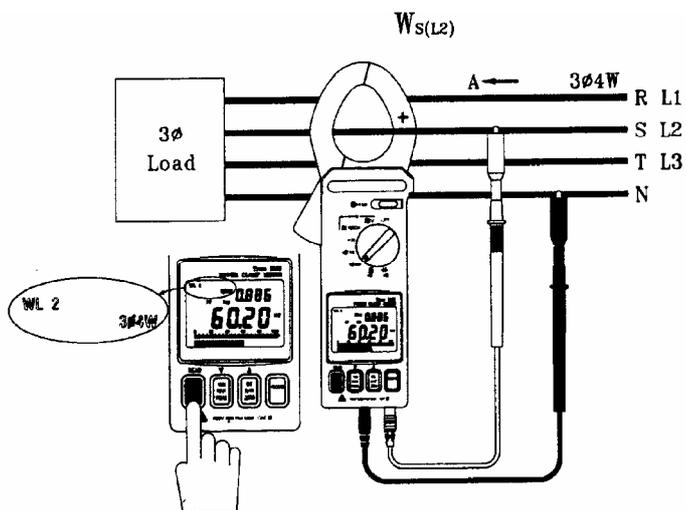

Рис. 8
2. Измерение мощности и коэффициента мощности на втором проводнике  $W_{S(L2)}/PF_{S(L2)}$  (см. рис. 8)